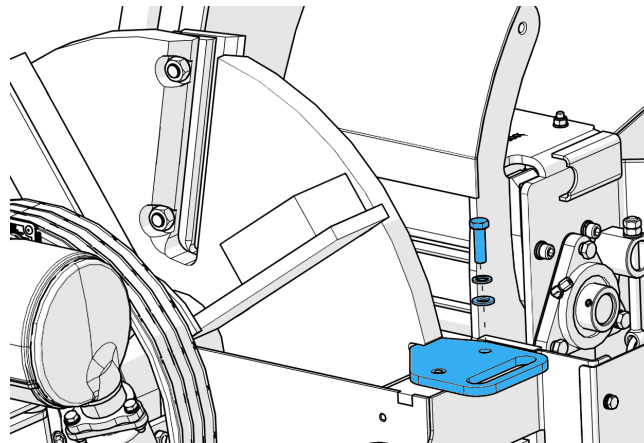

Abbildung 56 - Installieren des Hackscheiben-Sicherungswerkzeuges
6. Drehen Sie die Hackscheibe in die Schneidmesser-Wechselposition (Abbildung 56).
7. Setzen Sie das Hackscheiben-Sicherungswerkzeug in die Nut am Hackscheibe. Die Nut wird sichtbar, wenn die Hackscheibe in der richtigen Position ist (Abbildung 56).